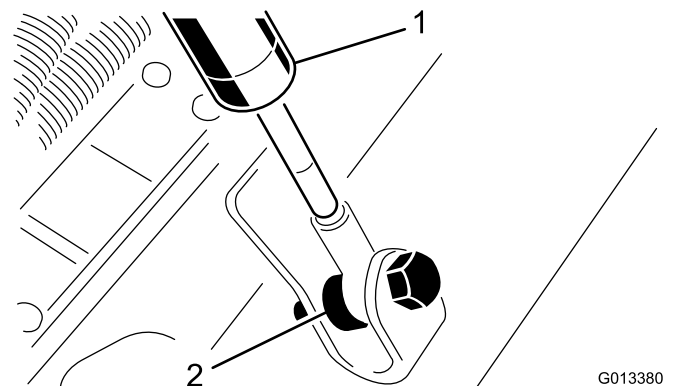

Figura 6
7. Retire los pernos, los espaciadores y las tuercas con arandela prensada que sujetan el otro extremo de los amortiguadores a la unidad de corte (Figura 6).